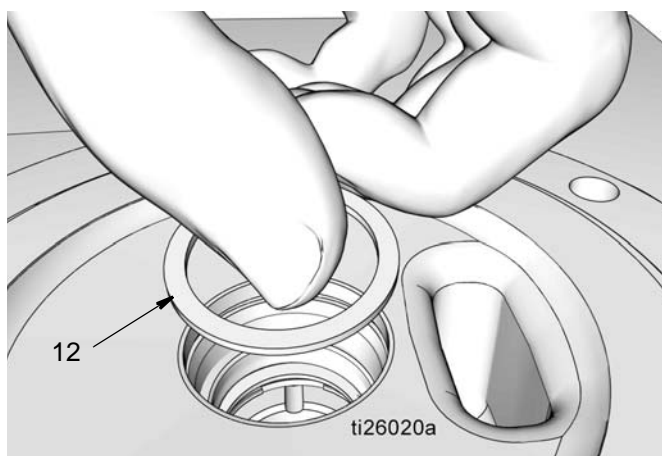

FIG. 35
- g. Installare il distanziale (12) (FIG. 35).